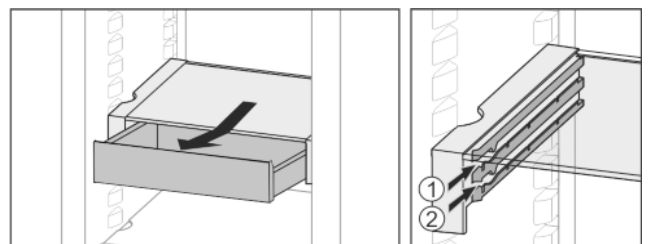

Fig. 23
- ▶ Vstavite ga na poljubni višini Fig. 23 (1) ali Fig. 23 (2).